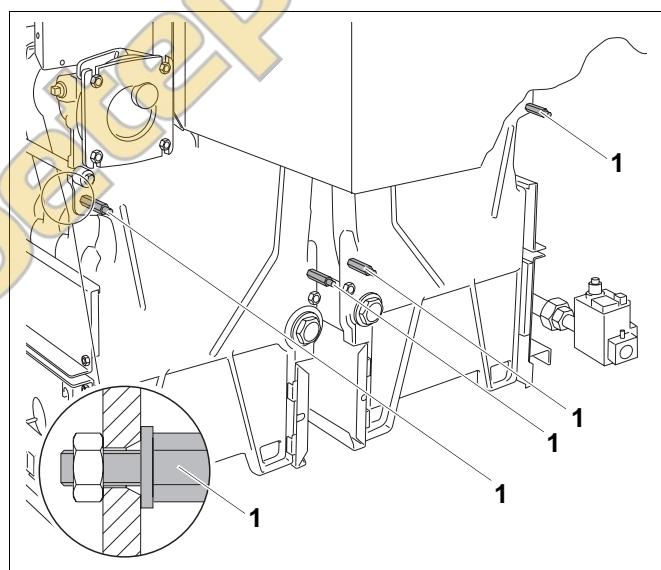
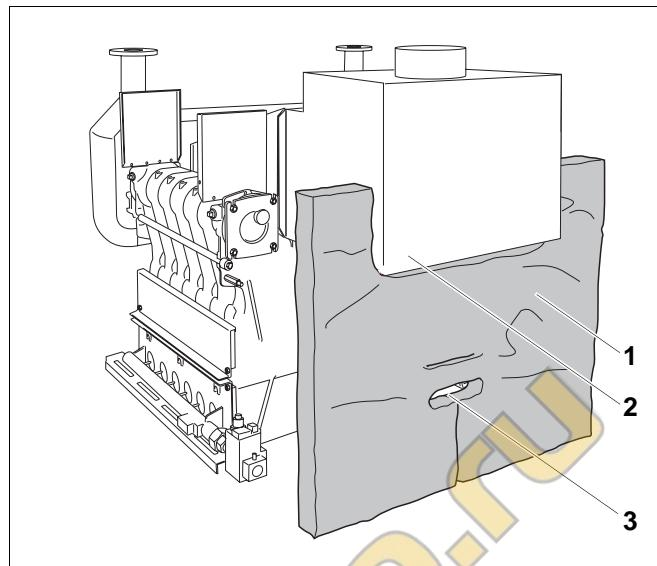

Рис. 45 Установка распорных шпилек
Рис. 46 Прижать теплоизоляцию задней стенки
- Установить четыре распорные шпильки M8 x 75 (рис. 45, поз. 1) для крепления задних стенок (гайка с напрессованной шайбой сзади, подкладная шайба спереди).
Для правильного расположения теплоизоляции задней стенки (рис. 46, **поз. 1**) соблюдайте следующее:
- Вырез (рис. 46, **поз. 2**) в теплоизоляции должен быть направлен к коллектору дымовых газов.
- Вывести распорные шпильки (рис. 45, **поз. 1**, стр. 41) через прорези в теплоизоляции (рис. 46, **поз. 1**) так, чтобы они были свободны.
- В нижней прорези (рис. 46, **поз. 3**) должны находиться незакрытыми нижние ступицы котла.
- Светлая сторона теплоизоляции задней стенки (рис. 46, **поз. 1**) должна быть направлена к блоку котла.
- Прижать теплоизоляцию (рис. 46, **поз. 1**) к задней стороне котловых блоков.